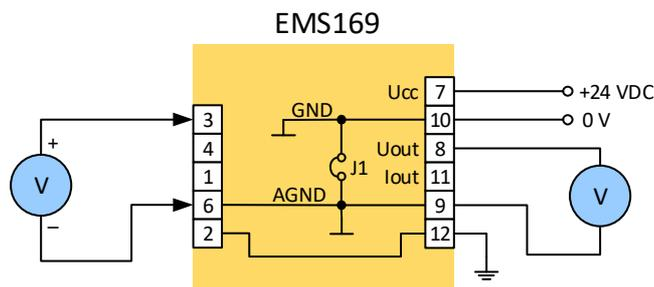

Рис. 8. Измерение питательного напряжения датчика
3. Контроль питания датчика 1 (вхолостую). Питательное напряжение датчика измеряется на клеммах 3 и 6, по соединению, указанному на рис. 8. Правильное значение + 7,0 в ± 5 мв. Если напряжение не находится в этом диапазоне, то преобразователь однозначно повреждён